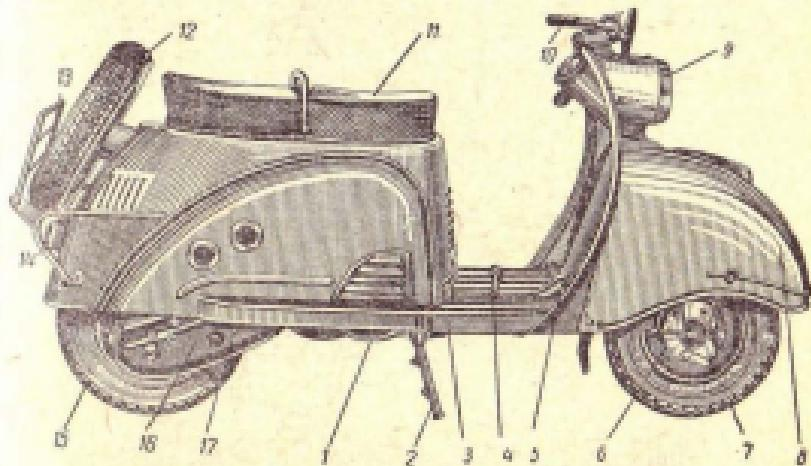
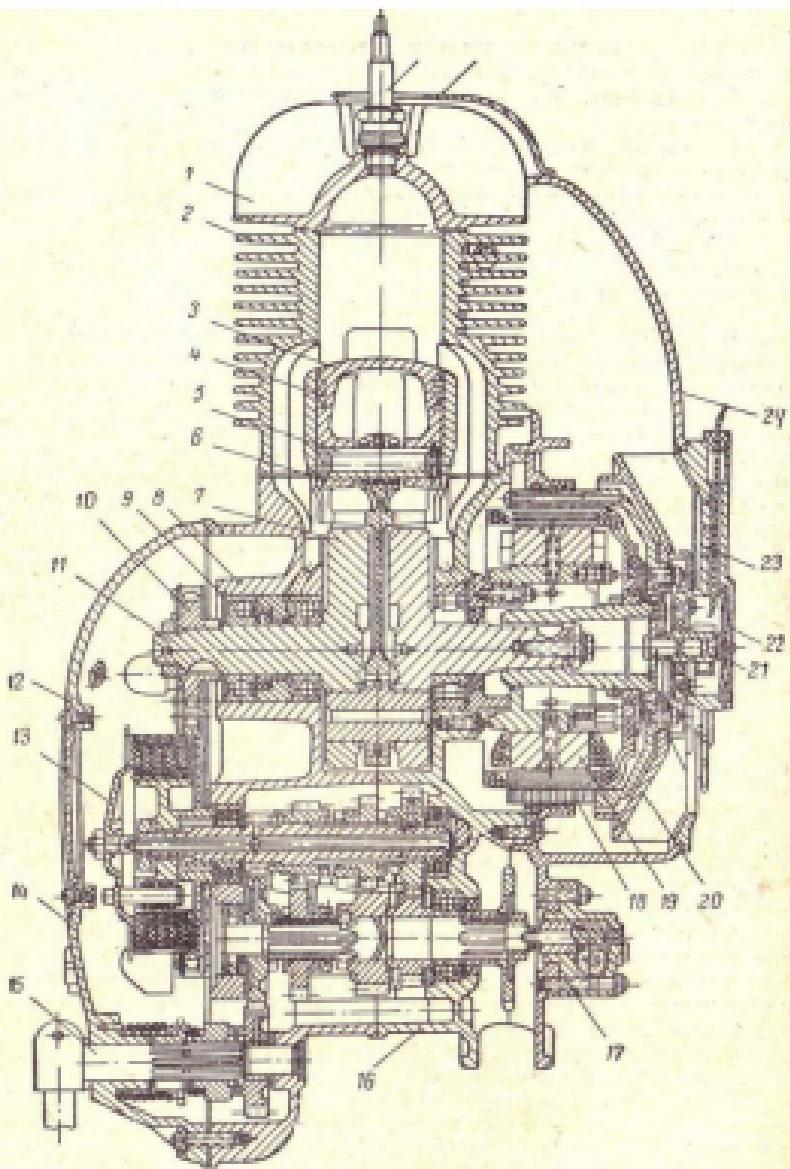

Рис. 132. Мотороллер Т-200:
Рис. 133. Двигатель мотороллера „Тула”:
**Двигатель.** На мотороллере Т-200 (рис. 132) установлен однопоршневой двухтактный двигатель (рис. 133) с кривошипно-шатунным механизмом, коробка передач, сцепление, моторная передача и динамостартер.